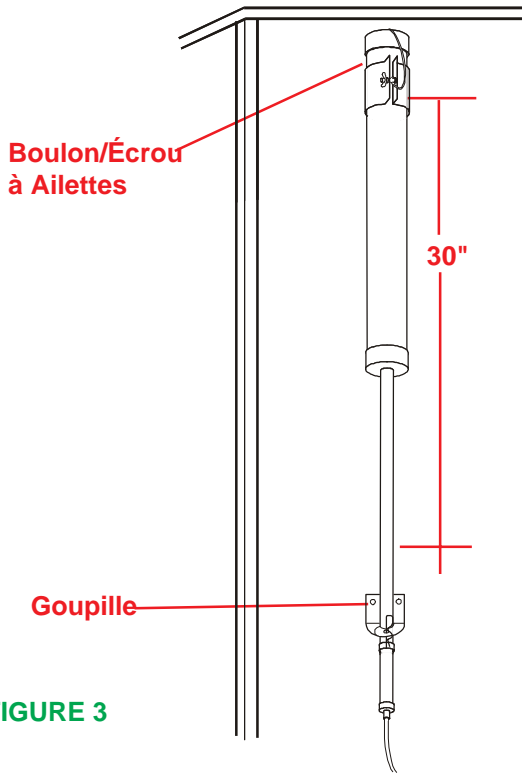

FIGURE 3
Étape 3. Placer le tube de l'antenne dans la fixation et insérer le boulon au travers de la fixation et de la courroie du capuchon de plastique (Figure 3). Serrer avec l'écrou à ailettes.
Étape 4. Fixer la fixation inférieure à 30" de la fixation supérieure à l'aide des vis fournies. Figure 3.